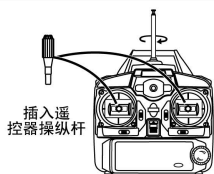

图1
1. 将天线顺时针转动装入遥控器的天线终端螺丝柱上。遥控器操纵杆插入操纵杆槽中。如图1